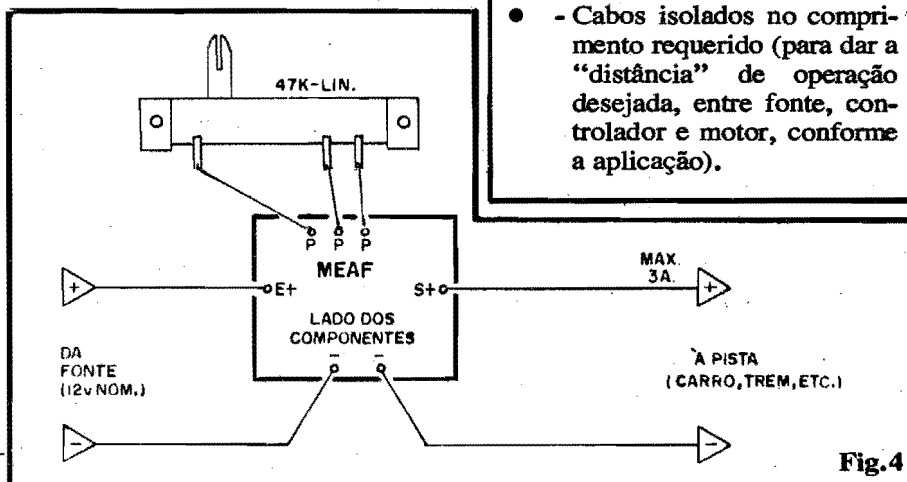
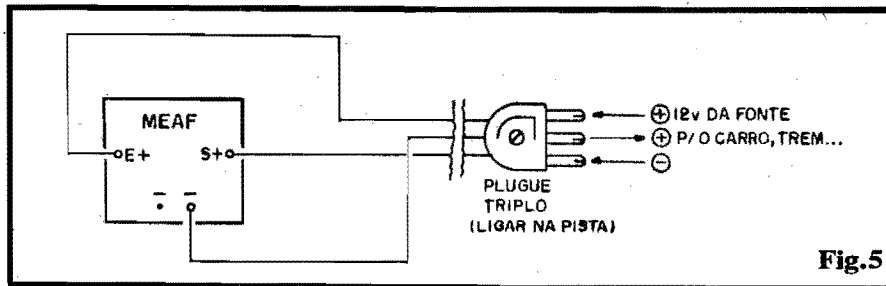
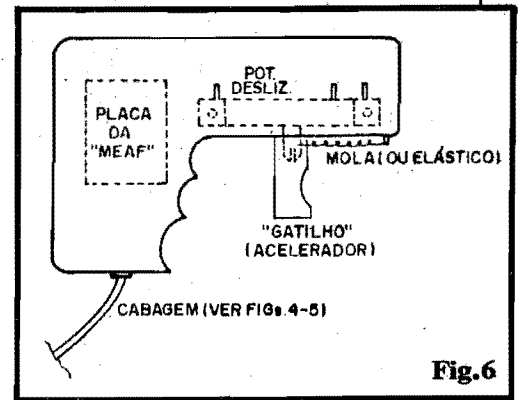

Fig.4
Fig.5
Fig.6
- FIG. 4 - CONEXÕES EXTERNAS À PLACA - Ainda vista pela sua face não cobreada (lado dos componentes), temos agora a placa com as ligações que vão "de lá pra fora"... Incluem-se as conexões de Entrada e Saída de energia ao potenciômetro deslizante (aos pontos P-P-P). Convém que o iniciante sempre compare as
- FIG. 5 - PLUGAGEM CONVENCIONAL DE PISTAS DE MODELISMO - Notem (fig. 4) que a placa da MEAF é dotada de dois pontos de ligação para o negativo ou "comum" da alimentação, marcados com "-" e "-"... Essa duplicidade apenas foi incorporada para facilitar as conexões, de forma mais "universal", independentemente da aplicação final desejada... Entretanto, no controle específico de modelos de carrinhos e trenzinhos, as manoplas aceleradoras originais costumam ter sua cabagem dotada de um plugue de três pinos, conforme ilustra a figura... Nesse caso, após uma cuidadosa identificação das funções de cada um dos três pinos, as conexões poderão ser feitas de acordo com o diagrama, simplificando bastante as coisas. Nesse caso, um dos pinos corresponde sempre ao negativo da fonte e da pista controlada, outro "recebe" os 12V (geralmente) positivos da fonte original do sistema, e o último pino "devolve" o positivo, já controlado e dimensionado pelo circuito, à pista, para ativação do motor... Usando um multímetro e/ou um provador de continuidade, o Leitor/Hobbysta atento não encontrará dificuldades em "descobrir"
- - Materiais para a construção completa, externa e "mecânica", da manopla, conforme sugestão da fig. 6 (VER ADIANTE...).
- **FIG. 6 - SUGESTÃO MECÂNICA E DE ACABAMENTO PARA UMA MANOPLA TOTALMENTE ELETRÔNICA** - O habilidoso (todo Hobbysta o é...) Leitor de APE não deverá "ter um ataque" dispondo-se a construir, "do zero", uma manopla totalmente nova e eletrônica, para acomodação do circuito, comandos e plugagens da MEAF, nos moldes sugeridos na figura (é óbvio que algumas diferenças no layout final são plenamente aceitáveis, valendo a figura como mera sugestão...). Um container plástico em forma de "L", com dimensões compatíveis com as da mão do operador, seria o ideal... Do "cabo" da manopla pode sair a cabagem no "fim" da qual fica o plugue de conexão ao sistema (ver fig. 5), de modo que o fio não "atrapalhe" o operador... Dentro do dito "cabo" pode ficar a plaquinha do circuito, fixada por parafuso/porca... Já ao longo da projeção horizontal da manopla, deve ser interiormente instalado o potenciômetro da MEAF, de modo que a sua alavanquinha de "deslizamento" do cursor possa projetar-se externamente, através de uma fenda longa, nas convenientes dimensões... A idéia é dispor o conjunto de modo que o cursor do potenciômetro se posicione como um "gatilho" numa pistola hipotética... Nessa configuração, bastará uma pequena mola espiral (ou mesmo um elo de elástico forte...) acoplada ao dito cursor, para promover o necessário "retorno" do gatilho, quando o operador "solta" o controle... Um "knob" de formato especial (para bem acomodar o dedo indicador do operador...) poderá ser facilmente improvisado pelo montador, acoplado (com adesivo forte) à alavanquinha cursora do po-